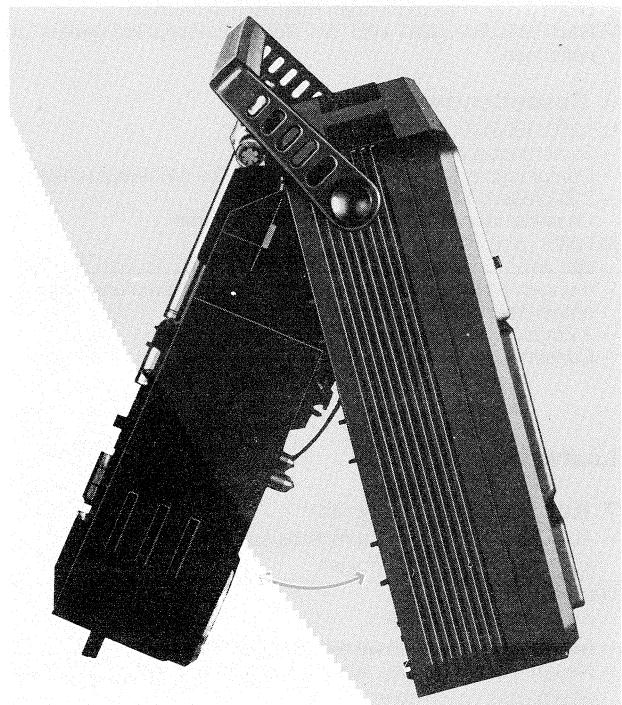

Abb. 3b RR 220 Gehäuserahmen aus dem Gehäuse-Vorderteil ausbauen
- Gehäusereinbauen wie Abb. 3b zeigt herausnehmes